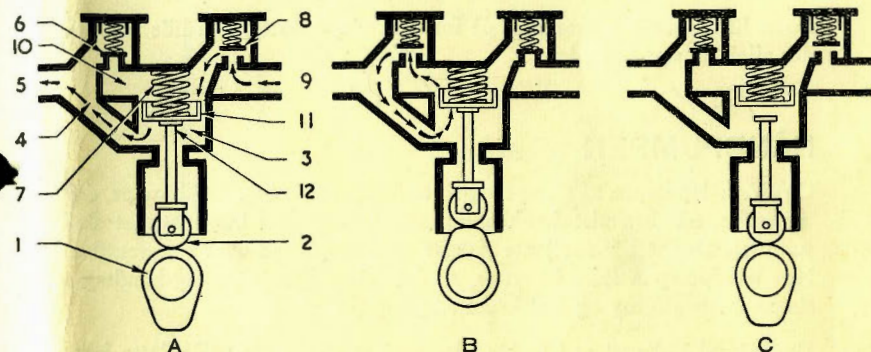

Fig. 3. Fødepumpens arbejdsgang vist skematisk (nøglen til tallene se fig. 2).
På fig. 3 A ses, at fjederen (7) — som følge af knastens (1) stilling — har trukket stemplet (4) nedad. Stemplet har derved suget brændstof fra tilgangen (9) ind i kammeret (10) ovenover stemplet. Samtidig er det brændstof, der befandt sig under stemplet, blevet trykket gennem forbindelseskanalen (4) og afgangsledningen (5) til indsprøjtningssumpen.